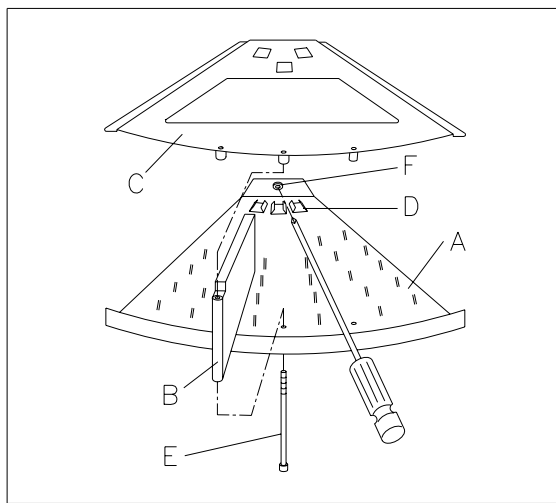

FIG. 10
- 2) Décrocher de la colonne le secteur qui doit être modifié, en tournant le détail réf. F FIG. 10 d'un quart de tour.
- 3) Insérer la palette de séparation Réf. B FIG. 10 dans son siège Réf. D FIG. 10 du secteur Réf. A.
- 5) Ajouter le tirant Réf. E FIG. 10 et le visser au secteur supérieur.